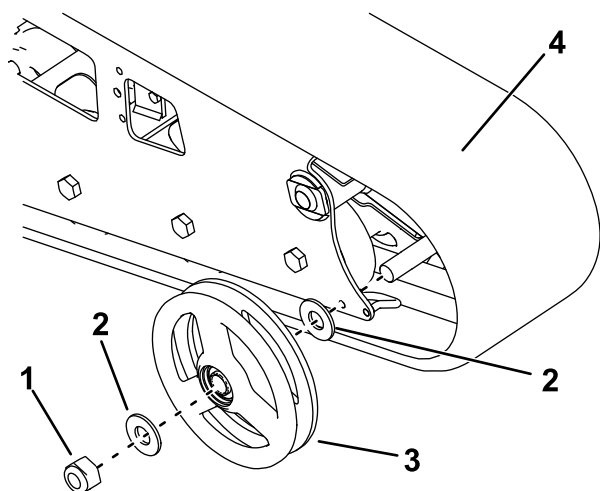

Figura 66
7. Retire a porca que prende a roda frontal exterior e retire a roda (Figura 66).
8. Remova a lagarta (Figura 66).
9. Puxe as duas anilhas grandes para fora das rodas exteriores, uma de cada lado de cada roda (Figura 66).
12. Instale a nova lagarta (Figura 66).
13. Coloque a roda frontal exterior e fixe-a com a porca que retirou anteriormente (Figura 66).